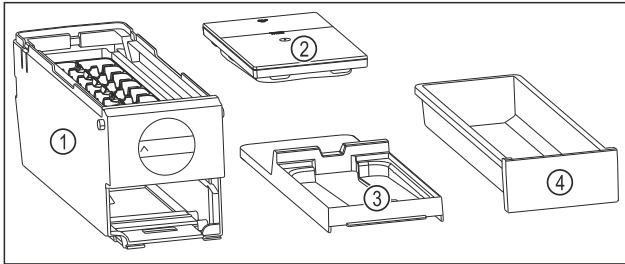

Fig. 80 EasyTwist-Ice parçaları
- EasyTwist-Ice dört parçaya bölünmüştür. (bkz. Fig. 80)
- EasyTwist-Ice sadece resimdeki parçalarına ayrılmalıdır. (bkz. Fig. 80)
- EasyTwist-Ice gövdesini Fig. 80 (1) komple temizleyin.